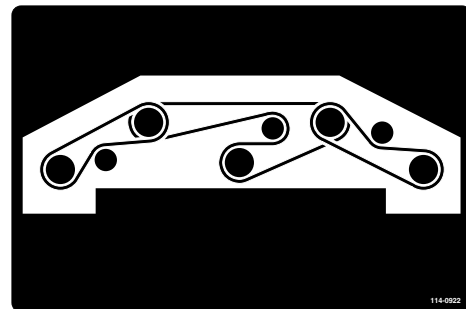

Bild 83
6. Verlegen Sie den neuen Riemen um die Spindelscheiben und die Spannscheiben, siehe Bild 83.